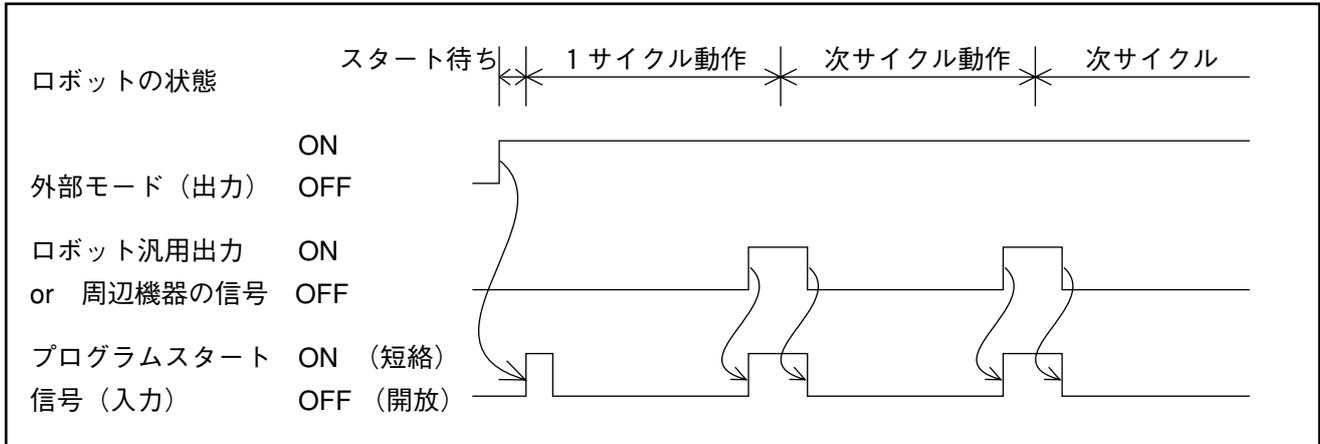

図5-32 プログラムスタート信号立ち上げのタイミング例
- b) ロボットの汎用出力または、周辺機器の信号を利用して、プログラムスタート信号を立ち上げる方法を図5-32に示します。